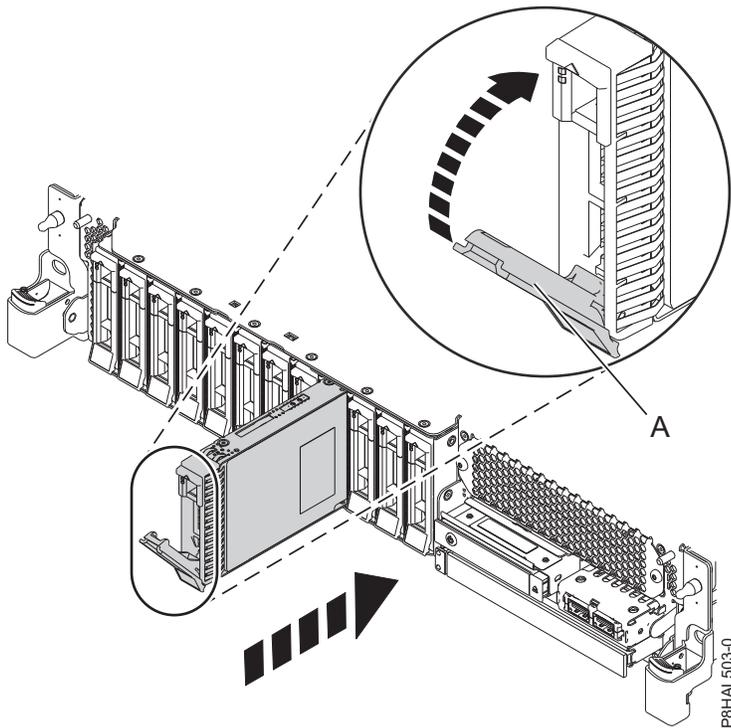
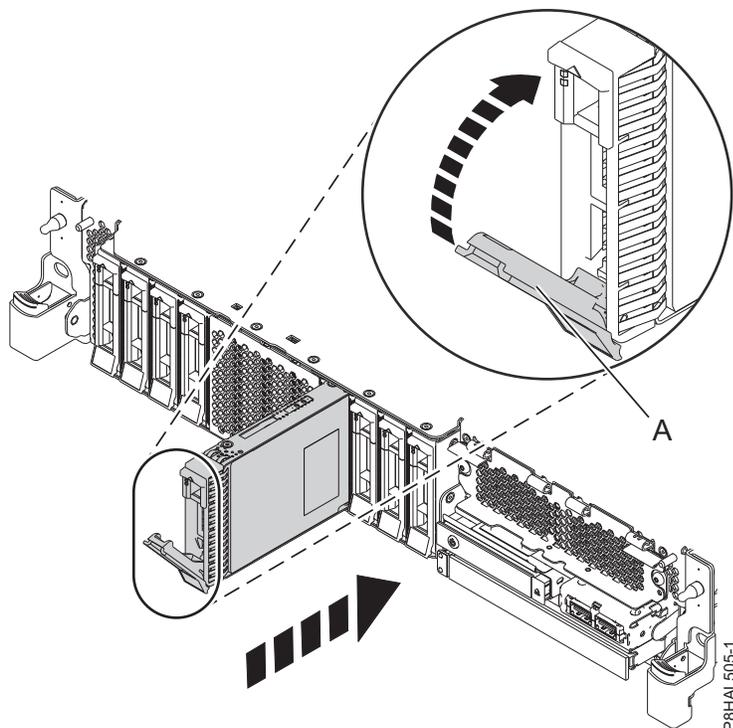

図 54. 基本機能 システムにおけるディスク・ドライブの取り替え
図 55. 拡張機能 システムにおけるディスク・ドライブの取り替え
3. ハンドルを押して手前に引き出して、ドライブ・ベイ・ハンドル (A) をアンロックします。ハンドルが完全に引き出されていないと、ドライブをシステムの中にスライドさせることができません。図 54 および 61 ページの図 55 を参照してください。
7. 識別 LED が点灯したら、以下の図に示すように、ドライブをシステムの中に奥まで差し込み、ドライブ・キャリア・ハンドル (A) をロックされるまで押します。図 54 および 61 ページの図 55。